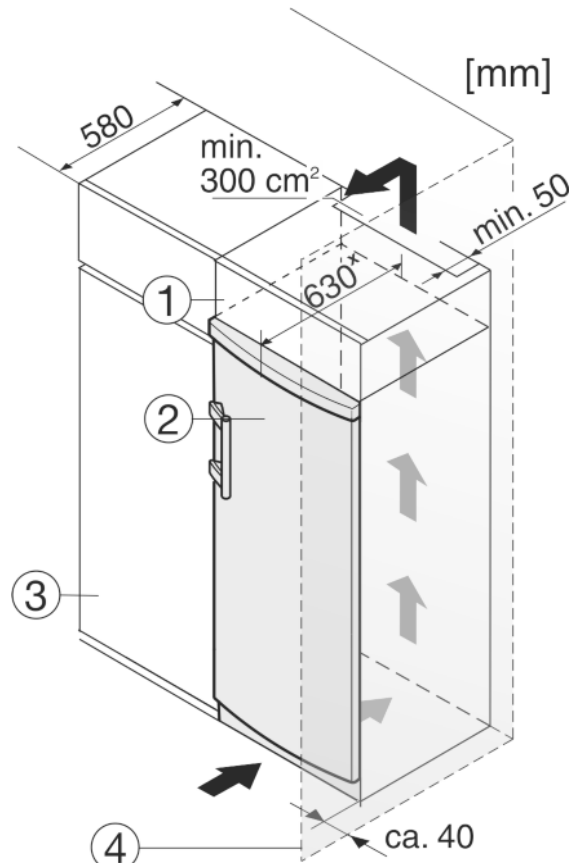

Fig. 11
L'apparecchio può essere incassato in mobili da cucina. Per adattare l'apparecchio Fig. 11 (2) all'altezza della cucina componibile, è possibile applicare sopra l'apparecchio un mobile da appoggio Fig. 11 (1).
Si la cocina posee armarios (profundidad máx. 580 mm), el aparato se puede colocar directamente junto al armario de cocina Fig. 11 (3). El aparato sobresale 34 mm \* por los lados y 50 mm \* en el centro del aparato respecto al frente del armario de cocina.
Se l'apparecchio con cerniere viene installato accanto ad una parete Fig. 11 (4), la distanza minima fra l'apparecchio e la parete deve essere almeno di 40 mm, che corrisponde alla sporgenza della maniglia con la porta aperta.